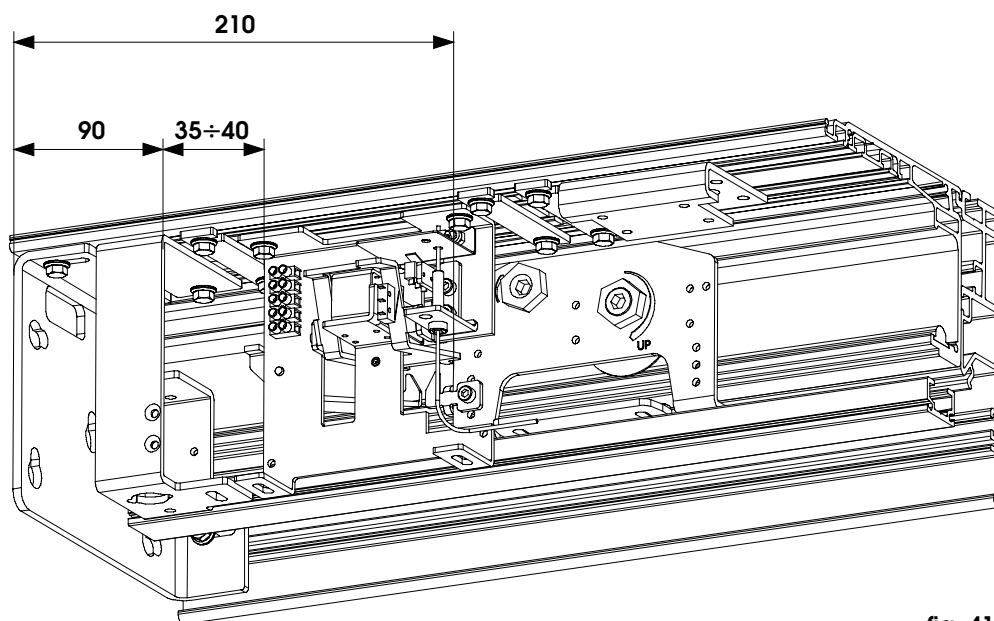

fig. 41
- El cerrojo para hoja simple está ensamblado a una pieza de perfil de accionamiento y se fija al travesaño utilizando 2 bridas; para el emplazamiento, remítase a la fig. 40 (puerta sin bridas laterales) y a la fig. 41 (puerta con bridas laterales).